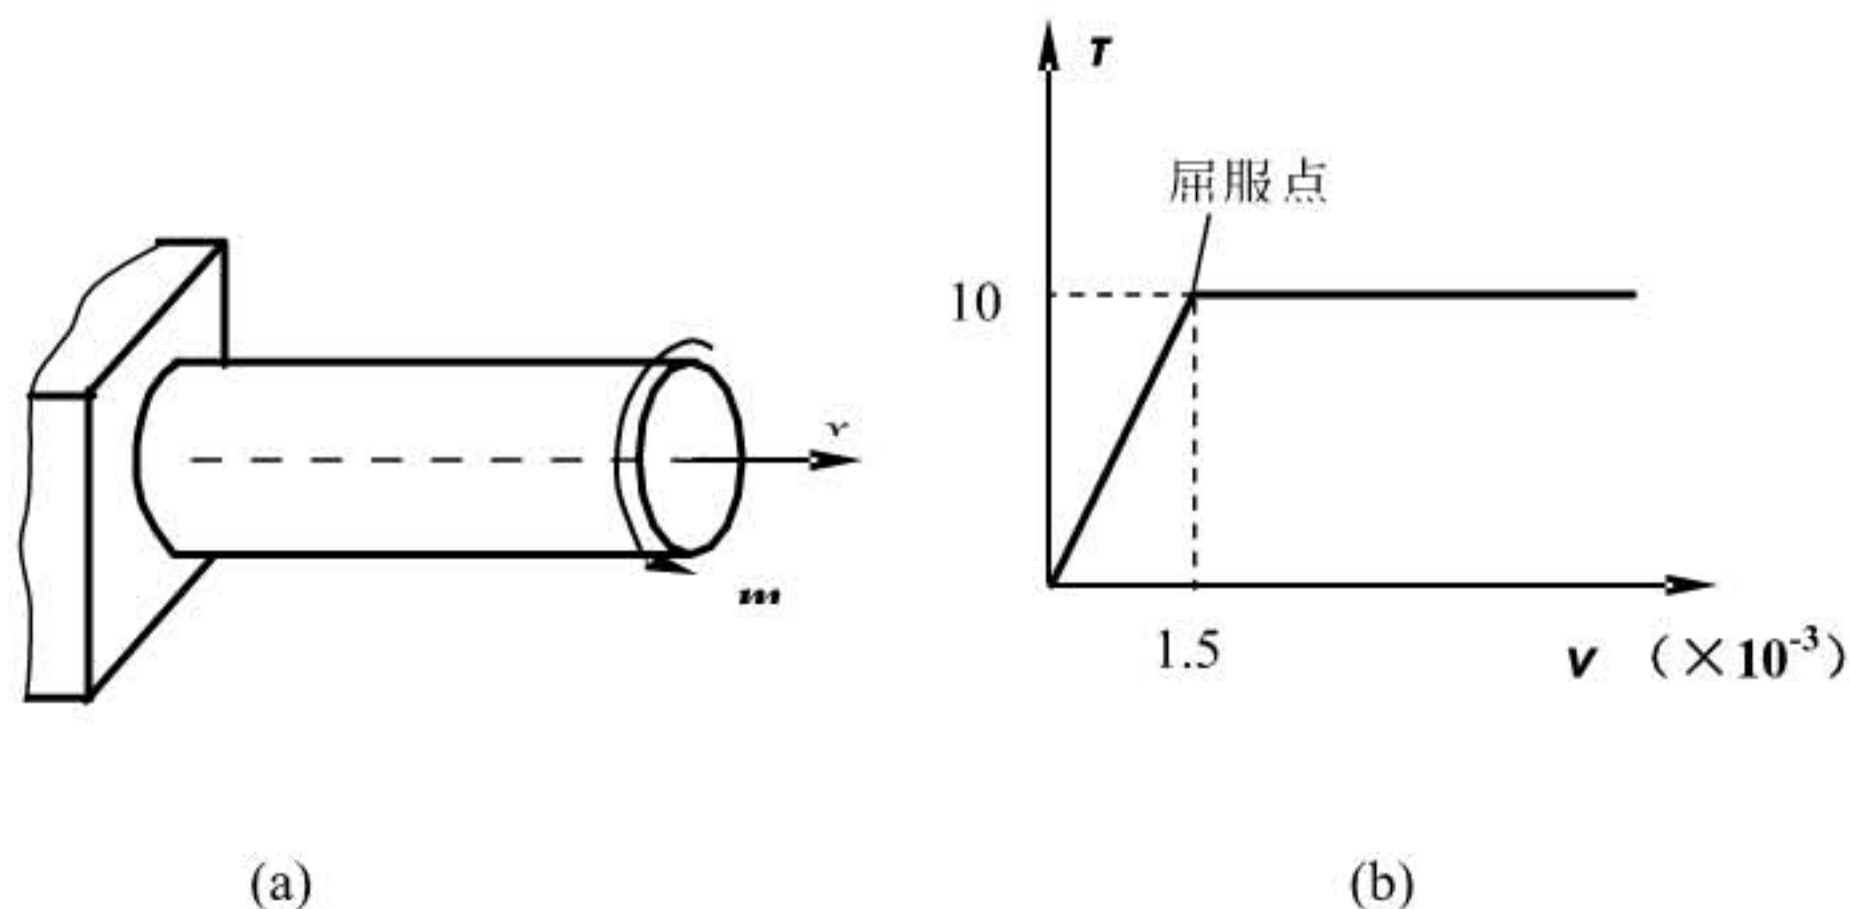

图 2
3、图 2 (a) 所示直径 50mm、长度 2.5m 的钢制圆轴，试验测得其剪应力—剪应变关系如图 2 (b) 所示。